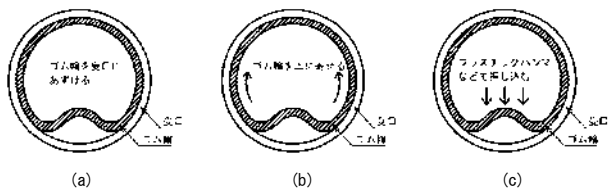

図12 ゴム輪のセット
- (2) ゴム輪を清掃し、ヒール部を手前にして図12 (a) に示す形にして受口内面におさめる。その後、ヒール部と受口の間に隙間ができないよう図12 (b) に示すようにゴム輪を上部に寄せる。その後、凸部を手やプラスチックハンマなどで押しながら受口内面の所定の位置に装着する(図12(c))。